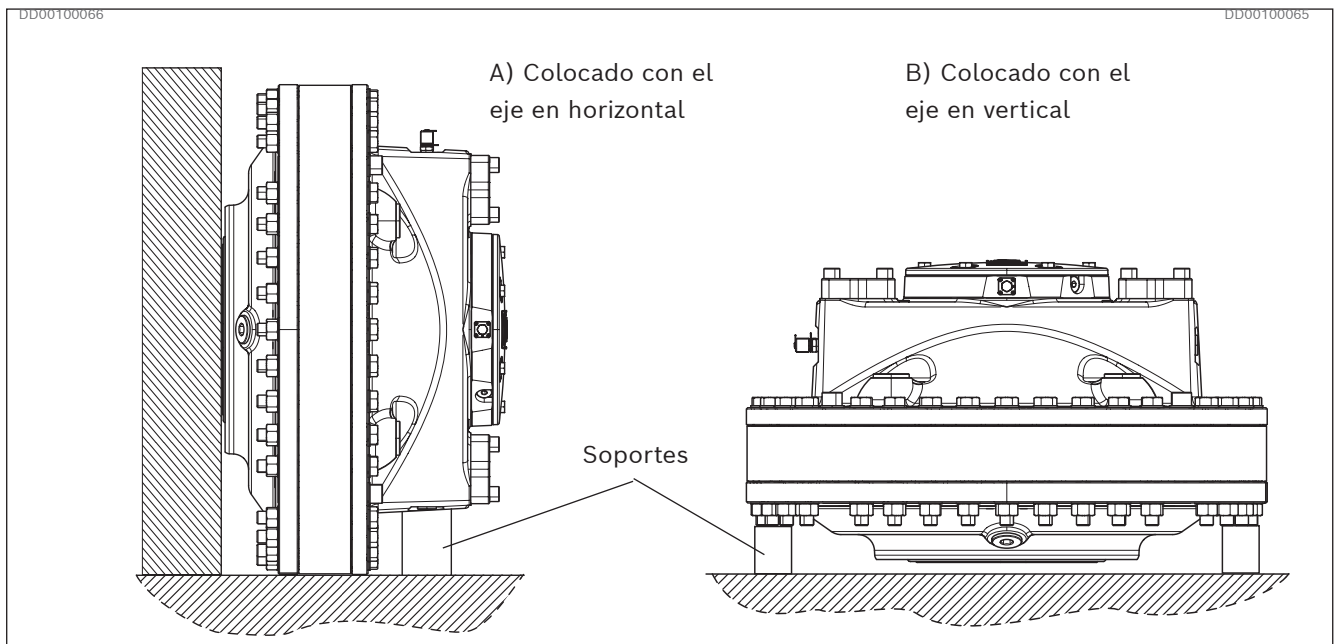

Fig. 10: Motor CB colocado sobre una superficie plana (ejemplo)
- ▶ Se recomienda también colocar soportes en la superficie de instalación del motor, ver Fig. 10.
Cuando el motor se coloca sobre una superficie plana (por ejemplo, un suelo), debe apoyarse bien sobre su diámetro exterior o sobre la cara bien protegida del extremo del eje hueco. También es aconsejable utilizar los soportes que se muestran en Fig. 10.
1. Coloque el motor tal y como se muestra en Fig. 10, B) Con el eje en vertical.
5. Coloque el motor tal y como se muestra en Fig. 10, A) Con el eje en horizontal, o alt. B) Colocado con el eje en vertical